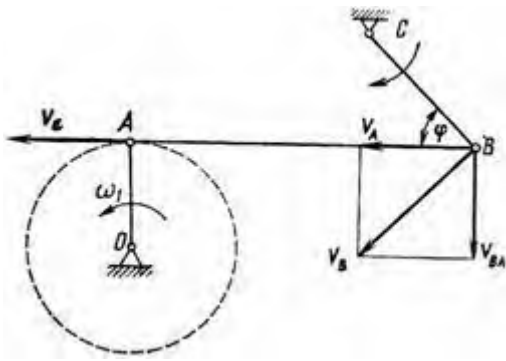

Рисунок 23
2. В четырехзвенном механизме (рис. 23) кривошип OA вращается равномерно с частотой  $n = 300$  об/мин. Для заданного положения механизма, при котором кривошип OA перпендикулярен шатуну AB и  $\angle ABC = 45^\circ$ , определить угловую скорость звена (коромысла) BC, если  $OA = 0,12$  м,  $AB = 0,3$  м и  $BC = 0,14$  м.